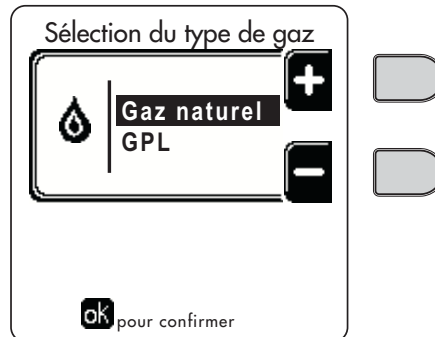

fig. 63 - Sélection type de gaz
6. Modifier le paramètre concernant le type de gaz en procédant comme décrit ci-après. Accéder à la page qui s'affiche sur fig. 63 en naviguant à travers le menu à travers le parcours « MENU UTILISATEUR ➡ Entretien ➡ Mode TEST ➡ Sélection type de gaz. Appuyer sur les touches contextuelles 1 et 2 pour choisir le type de gaz. Confirmer en appuyant sur OK.